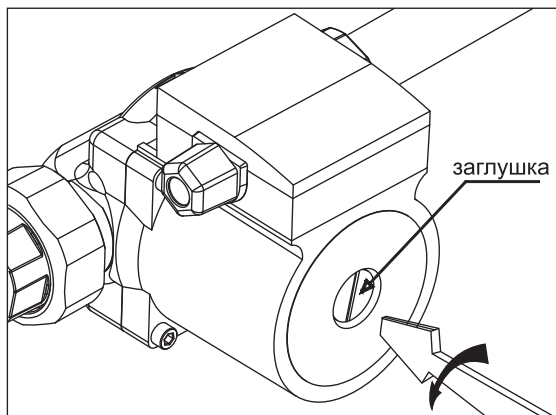

Рис. 5 Удаление воздуха из насоса
- Выкрутить винт и ослабить заглушку для удаления воздуха, защитив электрические части от попадания жидкости или пара **Рис. 5**;